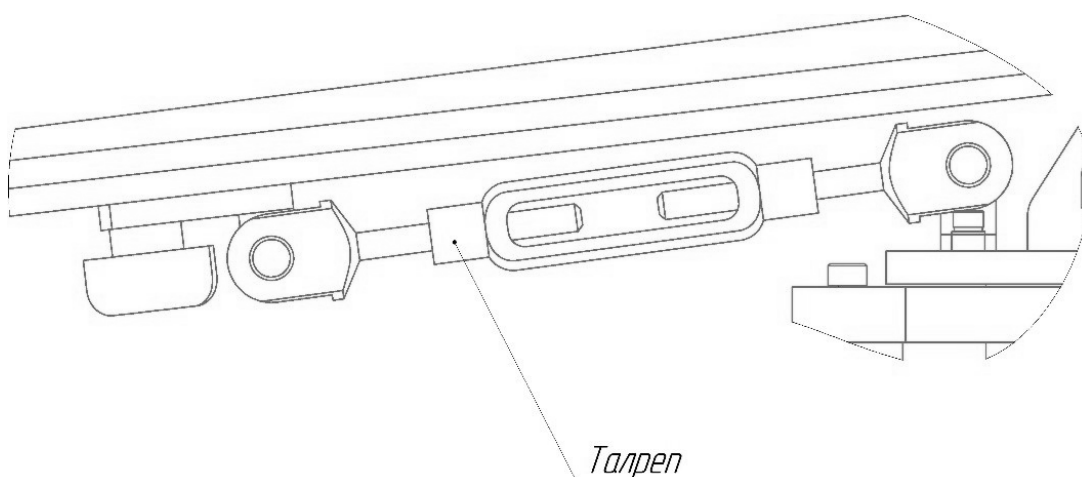

Рисунок 28
14) Точное наведение по углу места осуществляется с помощью талрепа установленного на держателе ОУ (см. рисунок 28).